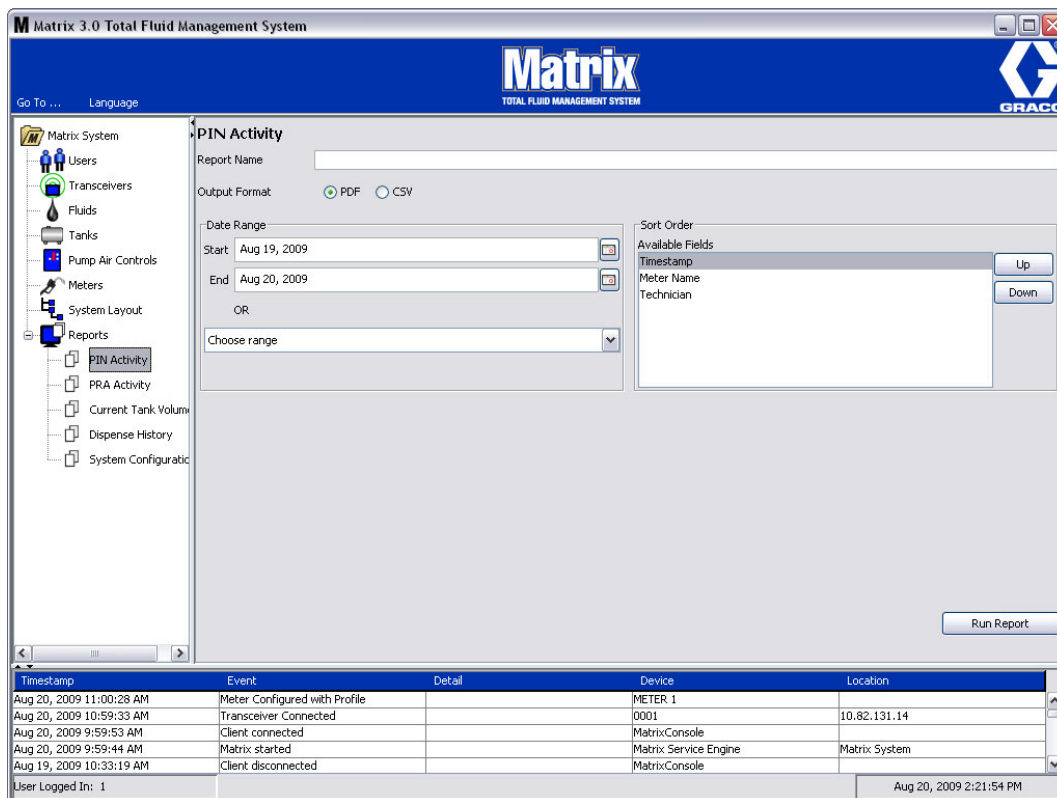

Рис. 101
- Экран «PIN Activity» [Активность PIN (персонального идентификационного номера)] (Рис. 101).